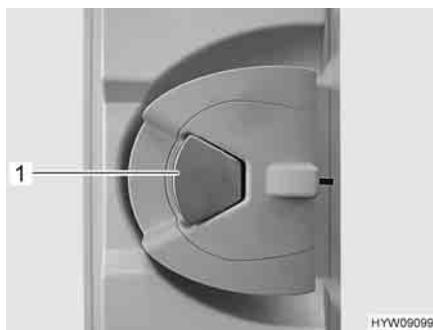

Fig. 29 Serratura della porta, lato interno
*Apertura:* ■ Tirare la maniglia della porta (Fig. 29,1).
*Bloccaggio:* ■ Premere la maniglia della porta (Fig. 29,1).